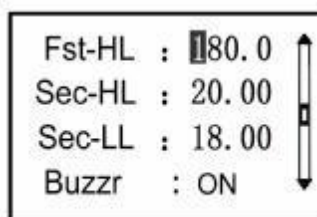

Рис.4
- 1) **Alarm (сигнал тревоги):** вход в интерфейс настройки подачи сигналов тревоги при превышении уровня электропроводности (см. Рис. 4).